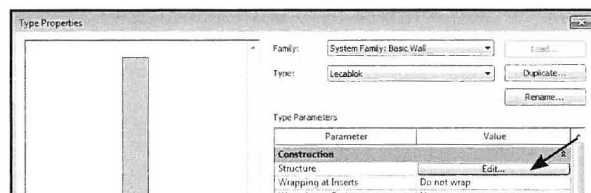

Fig. 14.37. Tryk *Edit*.
- Klik *Edit* ud for *Structure* (Fig. 14.37).